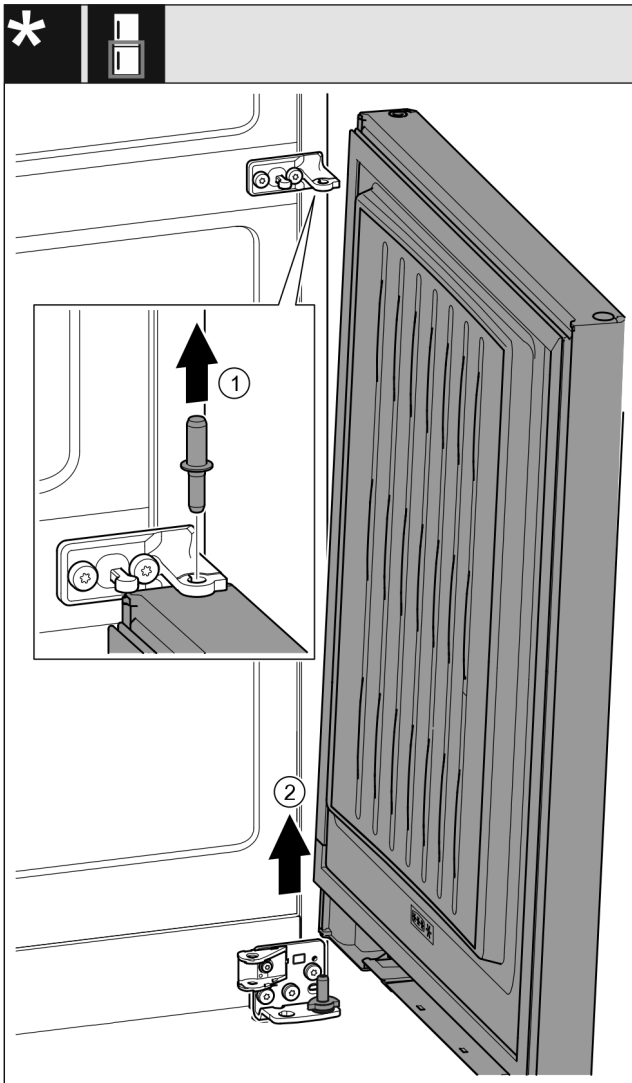

Fig. 23 *
- ▶ Extrageți în sus bolțul. *Fig. 23 (1)**
- ▶ Pivotați ușa în exterior, trageți în sus și așezați-o în lateral. *Fig. 23 (2)**